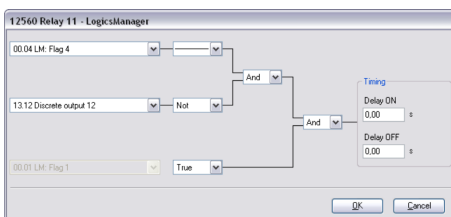

Abb. 246: LogicsManager-Funktion „Relais 11“
1. ➔ Konfigurieren Sie die LogicsManager-Funktion „Relais 11“ (siehe Abb. 246).